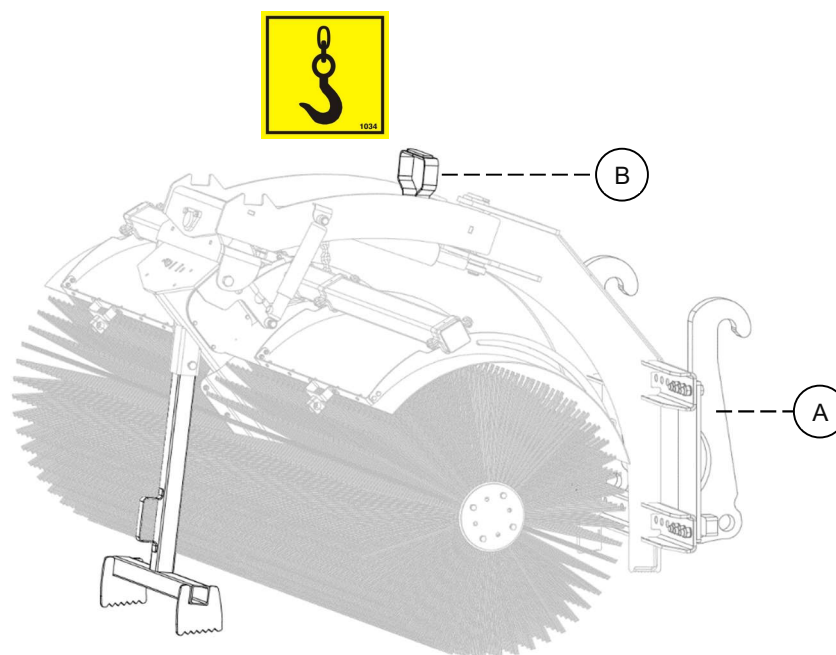

Bild.13
- 1) Direkt till redskapsfästet (A) – Se Bild.13, efter att först ha monterat infästningssystem (läs kapitel 1.8)
- 2) Med lyftredskap till exempel kätting. Lyftredskapen alt. lyftgaffel fästs i lyftöglan (B) vid sopvalsspetsen. Lyftredskapen måste klara en belastning på minst 1500kg. Se till att lyftkedjan är tillräckligt lång för att förhindra att sopvalsen skadas!